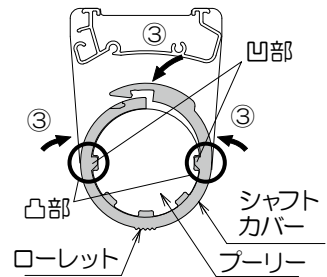

図6
8) シャフトカバーを取付けます。(図6参照)
- ①シャフトカバーを操作チェーンと反対側に、図のような方向で差し込みます。
- ②シャフトカバーのローレット(ギザギザ)を真下にして、シャフトカバーの凸部2箇所をプーリーの凹部2箇所に合わせ
- ③図のように矢印の方向からはめ込みます。